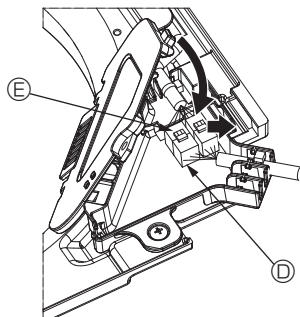

Fig. 5-10
- ③ Nadat de bedrading in de schakeldoos is verbonden, sluit u de kap van de schakeldoos. Zorg ervoor dat de draden niet klem komen te zitten. (Fig. 5-10) Wanneer u de kap van de schakeldoos sluit, schuift u de kap in de richting van de pijl en zorgt u ervoor dat het uitstekende deel er goed invalt.